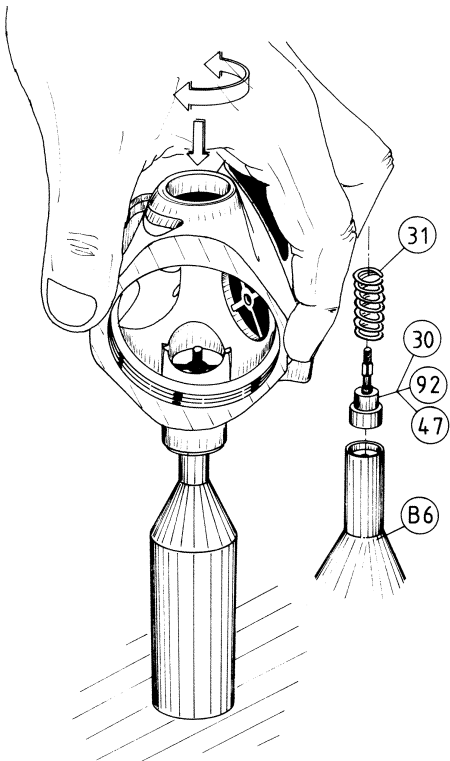

FIG. 3
- A.1 Coloque la válvula 2º Etapa completa (30-47-92) con el muelle correspondiente (31) en la herramienta especial (B-6).
- A.2 Introduzca la caja 2º Etapa (32) en la válvula dotada de muelle, y ejerciendo una ligera presión, haga salir la válvula desde la caja de la 2º Etapa. (Fig. 3)